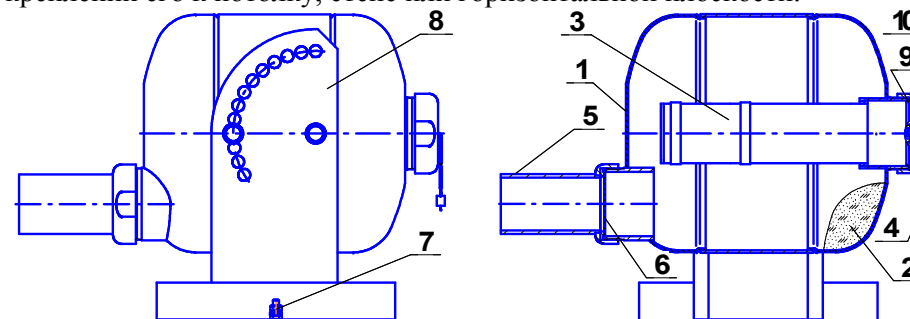

Рисунок 1
4.1.1 МПП (см. рисунок 1) состоит из корпуса 1, в котором размещаются огнетушательный порошок (ОП) 2 и источник холодного газа (ИХГ) 3 с элементом электропусковым 4. В передней части корпуса находится насадок-распылитель 5, входное отверстие которого перекрыто мембраной 6. Модуль имеет заземляющий зажим 7. МПП снабжён кронштейном 8, обеспечивающим поворот модуля на необходимый угол при креплении его к потолку, стене или горизонтальной плоскости.
7.3 При перезарядке и сборке МПП, сработавшего на тушение возгорания, необходимо заменить ИХГ (поз. 3 рисунок 1) ИХГ-10(М)-04 СИАВ 066614.022.000 ТУ, резиновое кольцо 058-062-25 ГОСТ 9833-73 (поз. 9 рисунок 1), резиновую прокладку черт. СИАВ 634233.006.023 (поз. 10 рисунок 1), заполнить корпус МПП огнетушащим порошком и установить мембрану (поз. 6 рисунок 1), изготовленную по чертежу (рисунок 8) из листа АМцН2-0,5 ГОСТ 21631-76. После установки мембраны необходимо обеспечить момент затяжки насадка-распылителя (поз. 5 рисунок 1) усилием  $(150 \pm 10)$  Н·м.
6.2 Закрепить кронштейн 8 (см. рисунок 1) на потолке, стене или иной несущей плоскости, расположенной под любым углом относительно поверхности пола. Координаты отверстий в кронштейне, предназначенном для крепления МПП, приведены на рисунке 2.